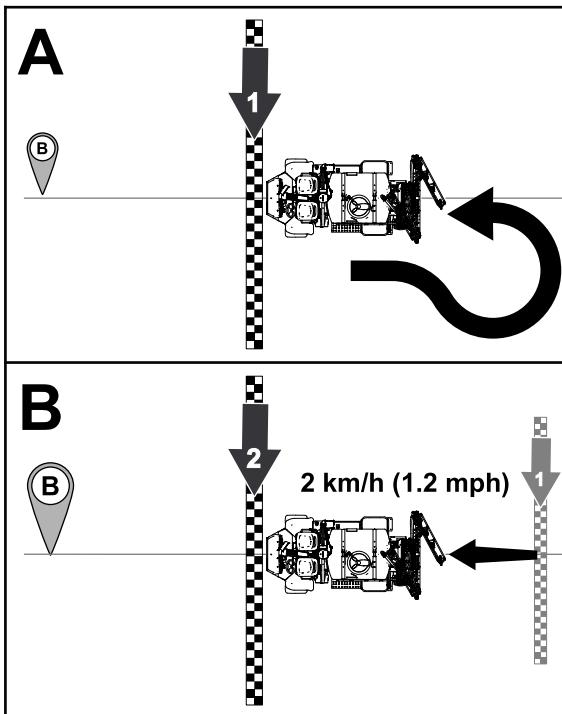

Bild 170
8. Bevor Sie Punkt B erreichen, stellen Sie die Fahrgeschwindigkeit der Maschine auf 2 km/h ein und aktivieren die Gasbedienungssperre der Maschine (Bild 170).